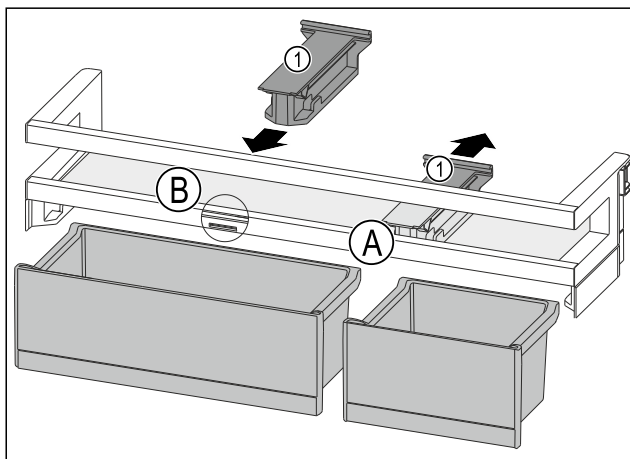

Fig. 224
- Pidržni dio Fig. 224 (1) u položaju Fig. 224 (A) skinite prema natrag.
- Pidržni dio Fig. 224 (1) umetnite u položaj Fig. 224 (B).